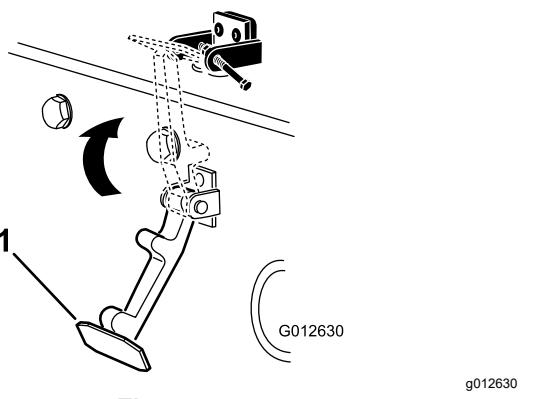

Figura 7
6. Agganciate il fermo sulla relativa staffa (Figura 7).